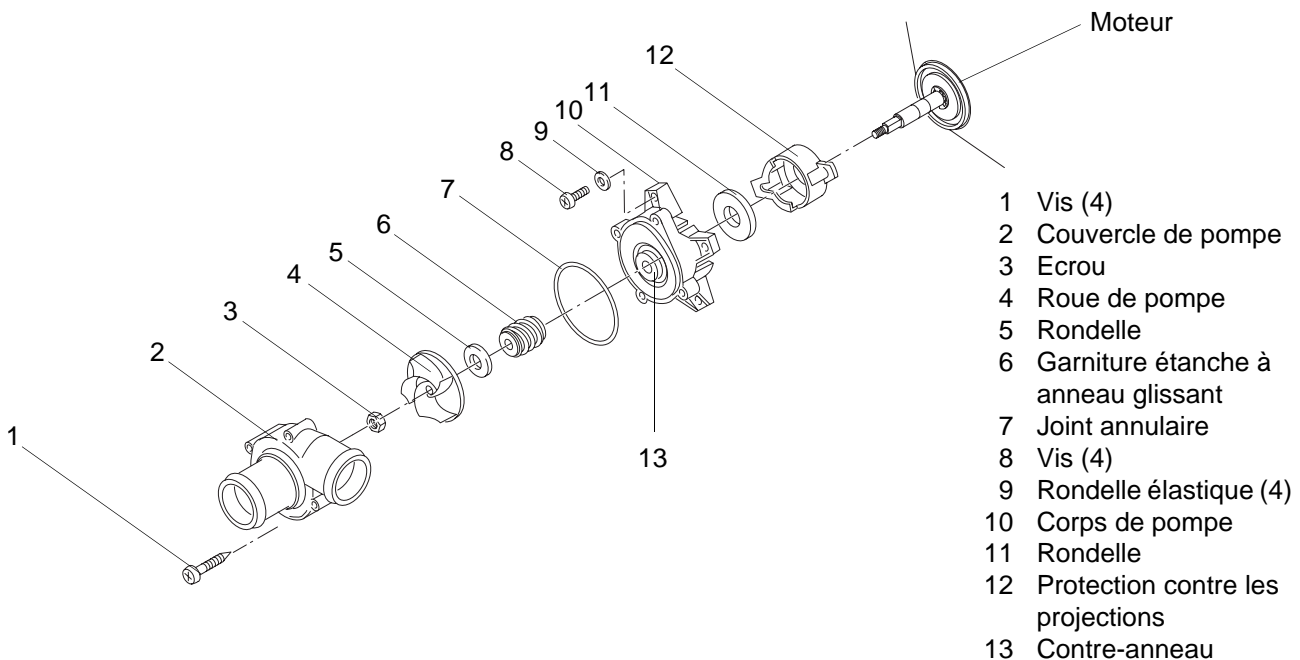

Fig. 2 Démontage
1. Retirer les vis (1, Fig. 2) fixant le couvercle (2) de la pompe.
2. Retirer le couvercle (2) de la pompe, s'assurer qu'il n'est pas détérioré et le mettre au rebut si nécessaire (pièce de rechange individuelle).
3. Retirer l'écrou (3) posé sur l'arbre du moteur en tenant la roue de pompe (4) et le mettre au rebut.